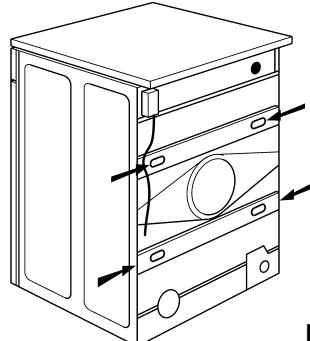

Fig.2
1. Dévissez les vis avec la clé fournie (voir la Fig. 2).